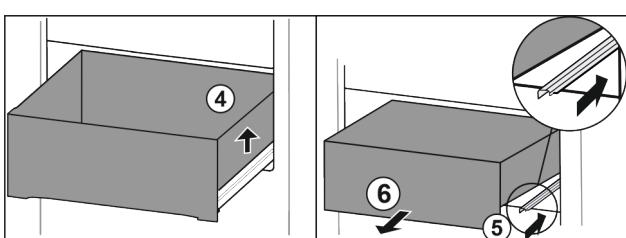

Fig. 24
- ▶ Повдигнете чекмеджето отляво. Fig. 24 (4)
- ▶ Вкарайте дясната релса. Fig. 24 (5)
- ▶ Извадете чекмеджето напред. Fig. 24 (6)